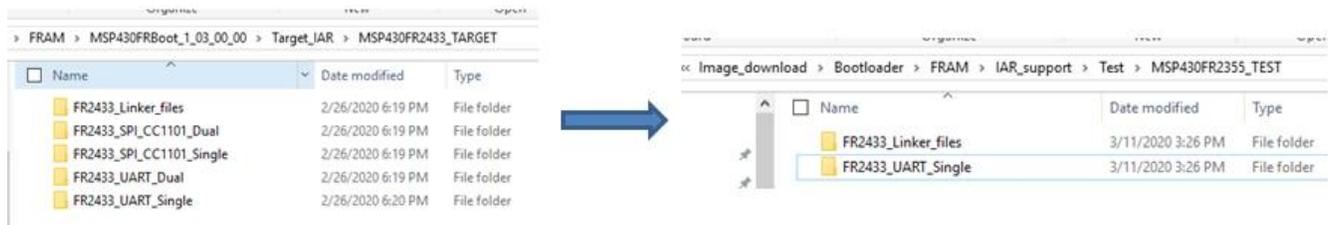

图 14. 将 UART 单个项目和链接器文件夹复制到其他文件夹
2. 将此项目和名为“FR2433\_Linker\_files”的链接器文件夹复制到另一个文件夹，如图 14 所示。对于 MSP430fr2xx4xx 系列器件，请选择 MSP430FR2433 目标演示项目作为模板。对于 MSP430FR5xx6xx 系列器件，请选择 MSP430FR5969 目标演示项目作为模板。